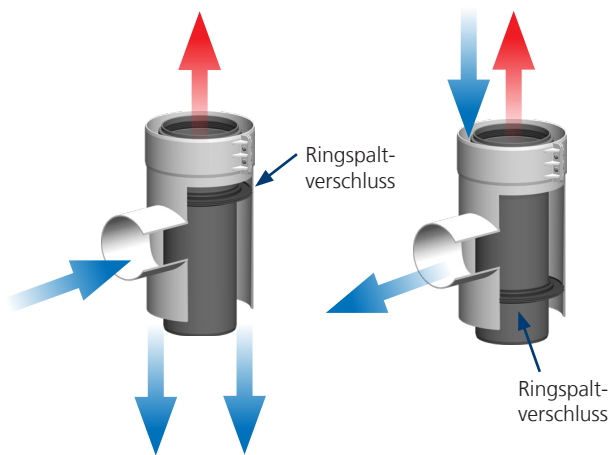

Abb. 1
- Verbrennungsluftzufuhr durch eine Leitung mit Außenwandanschluss (Abb. 1 und 3 bis 6).